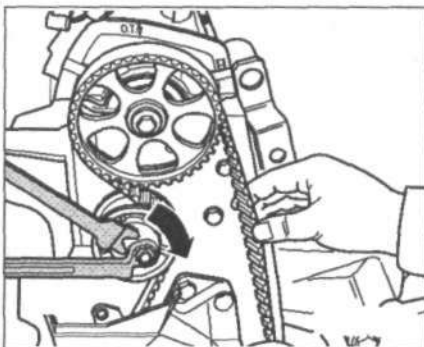

Рис. 5.9. Натяните ремень ГРМ, переместив натяжной ролик с помощью ключа в направлении стрелки.
18. Натяните ремень ГРМ, переместив натяжной ролик с помощью ключа в направлении стрелки (рис. 5.9).